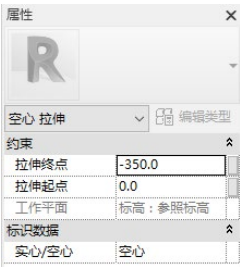
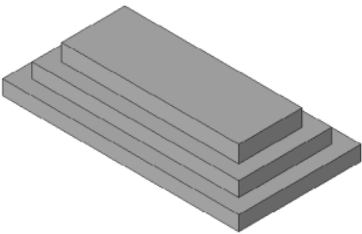

图 10-55 设置拉伸参数
图 10-56 空心拉伸
9) 在“属性”选项板中设置“拉伸起点”为“0.0”，“拉伸终点”为“-350.0”，设置“实心/空心”为“空心”，如图 10-55 所示，单击“应用”按钮，单击“模式”面板中的“完成编辑模式”按钮, 完成拉伸模型的创建，如图 10-56 所示。